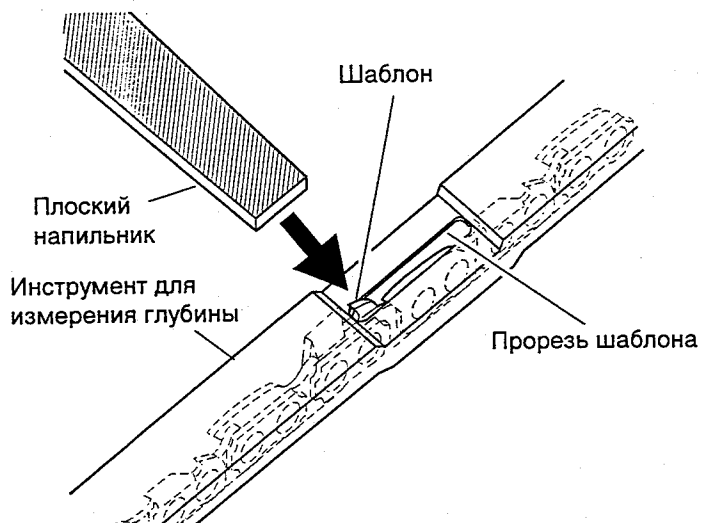

Рис. 22. Инструмент для измерения глубины, установленный на цепи
1. Прочно установите инструмент для измерения глубины на два зуба. Убедитесь в том, что шаблон вошел в канавку инструмента для измерения глубины (рис. 22).